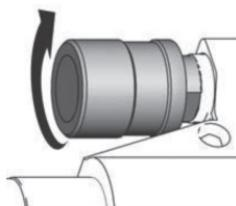

Figura 8 – Regulando a pressão
- Coloque o controle da pressão (3) no valor mais baixo (figura 8);